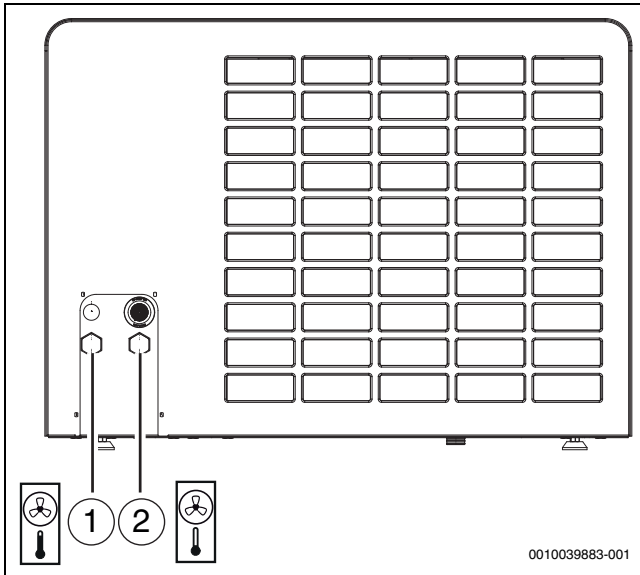

Bild 28 Anschlüsse der Wärmeträgerrohre; Beschreibung gilt für alle Größen
- Vorlaufleitung zur Inneneinheit an den Wärmeträgerausgang anschließen (→ [1], Abbildung 28).
- Rücklaufleitung von der Inneneinheit an den Wärmeträgereingang anschließen (→ [2], Abbildung 28).